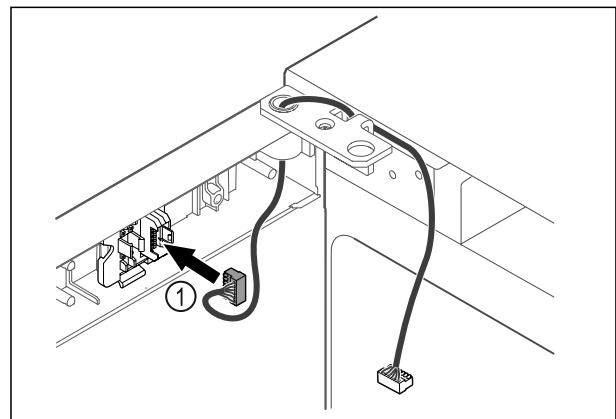

Fig. 45
- ▶ Stecker Fig. 45 (1) in Steckerhalterung einstecken.